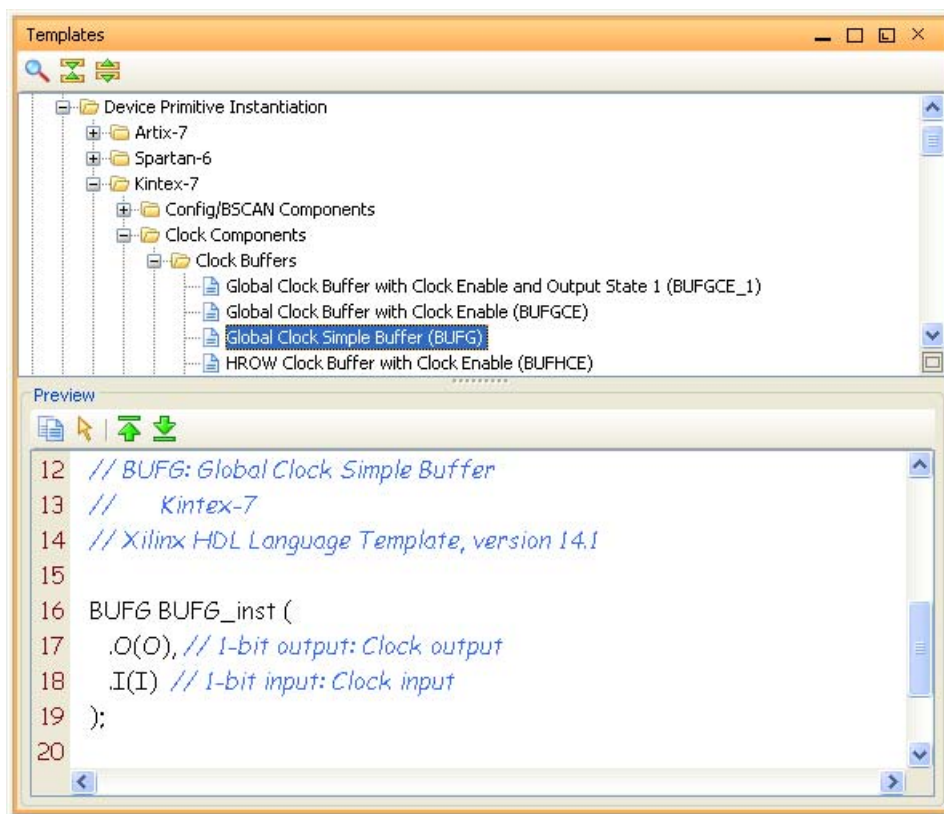

図 4-64 : 言語テンプレート
PlanAhead では、標準的な Verilog および VHDL 言語テンプレートと UCF 制約テンプレートが提供されており、ロジック構文やデザイン制約の定義に使用できます。選択したテンプレートは、テキスト エディターで開いているファイルにインスタンスエートできます。図 4-64 に、[Templates] ビューにテンプレートを開いた状態の例を示します。
2. [Templates] ビューの [VHDL]、[Verilog]、または [UCF] フォルダーからテンプレートを選択します。図 4-64 は、ザイリンクスの提供するテンプレート例を示しています。